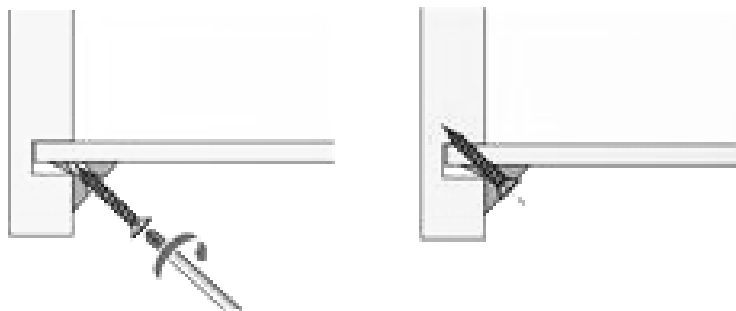

Рис. 2
2. Присоединить нижний щит (61) к боковым стенкам (63), (64) с помощью эксцентриковых стяжек и шкантов. Шканты, установленные на горизонтальном щите (66) должны войти в отверстия на планке нижнего щита (61).
3. Установить задние стенки так, чтобы они вошли в пазы боковых стенок (63), (64) и нижнего щита (61). При помощи эксцентриковых стяжек и шкантов установить верхний щит (62). Шканты, установленные на горизонтальном щите (66) должны войти в отверстия на планке верхнего щита (62). Затянуть эксцентрики, повернув их на 180 градусов.
4. Собранный корпус проверить на прямоугольность, сравнивая диагонали (их длины должны быть равны). Закрепить задние стенки с помощью шурупов 3x20мм и мебельных уголков (рис.2 и рис.3).